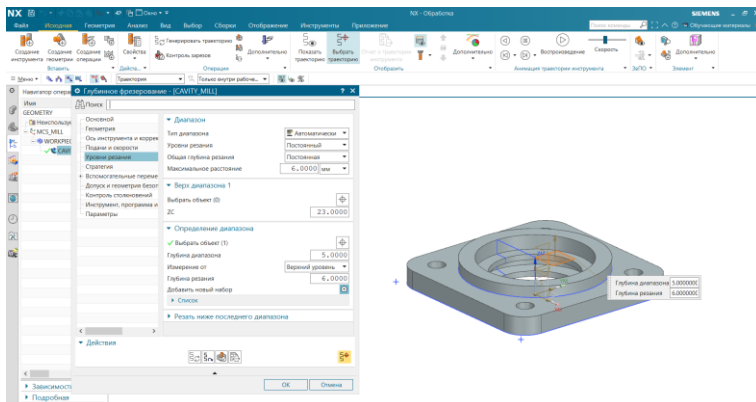

Рисунок 1.17 Диалогове вікно «Уровни резания»
11) Відкритіть вкладку «Уровни резания». В результаті відкриється нове діалогове вікно, а в графічній області будуть показані маркери рівнів (рис. 1.17).